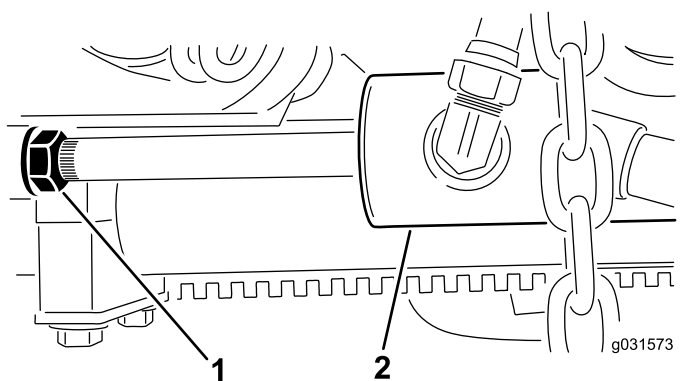

図 14
- B. シリンダについているジャムナットを戻す 図 14。